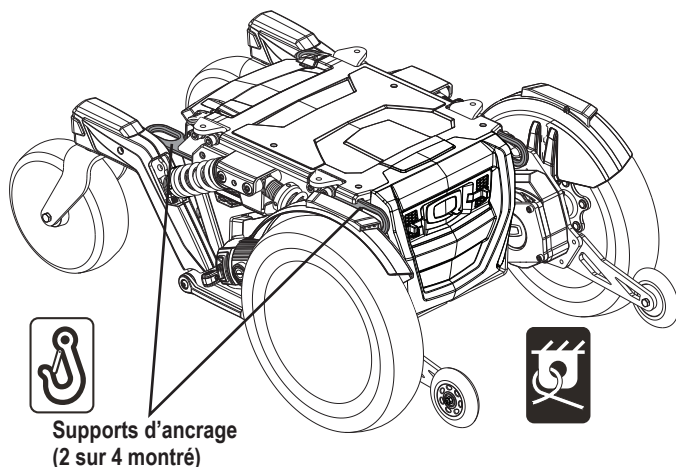

Figure 5. Support d'ancrage système transport
Si votre fauteuil motorisé est équipé d'un système d'ancrage pour le transport, celui-ci possède des supports avants et arrière pour l'ancrage et peut être équipé des supports pour la fixation de la ceinture de positionnement. **Voir la figure 5.** Référez-vous aux informations supplémentaires contenues dans le manuel du fauteuil motorisé pour les instructions sur l'utilisation du système d'ancrage.
- Fixez les quatre (4) courroies aux points d'ancrage désignés et identifiés par le symbole d'ancrage sur le fauteuil motorisé. **Voir les figures 5 et 6.** Serrez-bien les courroies pour retirer le jeu excessif.